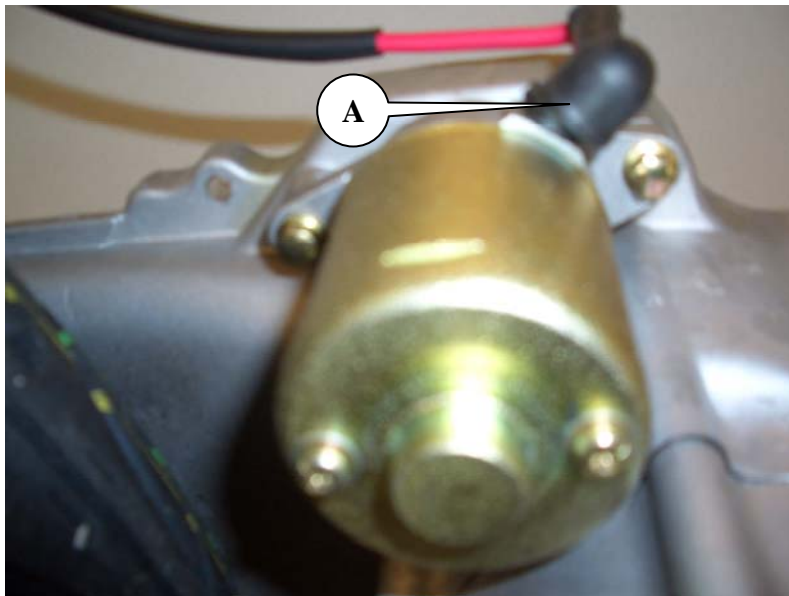

Abb.1
- Lösen Sie die Tachowelle am vorderradseitigen Tachoantrieb (Abb.1).